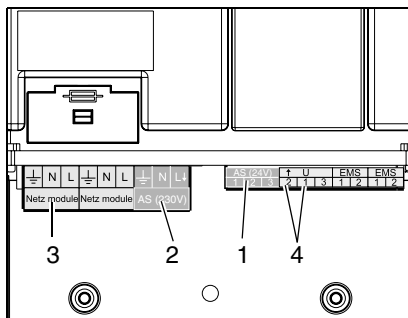

Fig. 2 Bornes
a) Contact AS 24 V (fig. 2, pos. 1)
b) Contact AS 230 V (fig. 2, pos. 2)